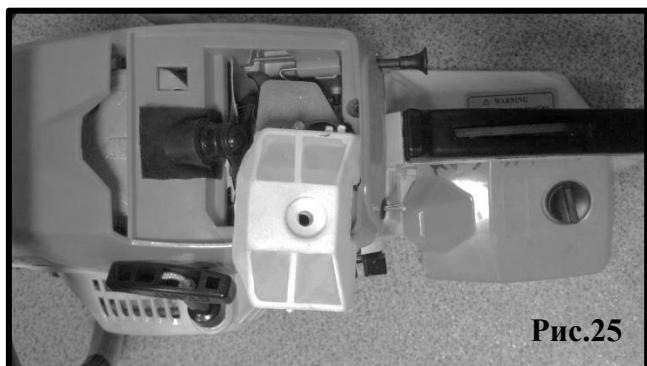

Рис.25
Рис.25а
- Извлеките сетчатый воздушный фильтр Рис.25.
- Нажмите на ребро жёсткости, чтобы оно защёлкнулось Рис.25а.